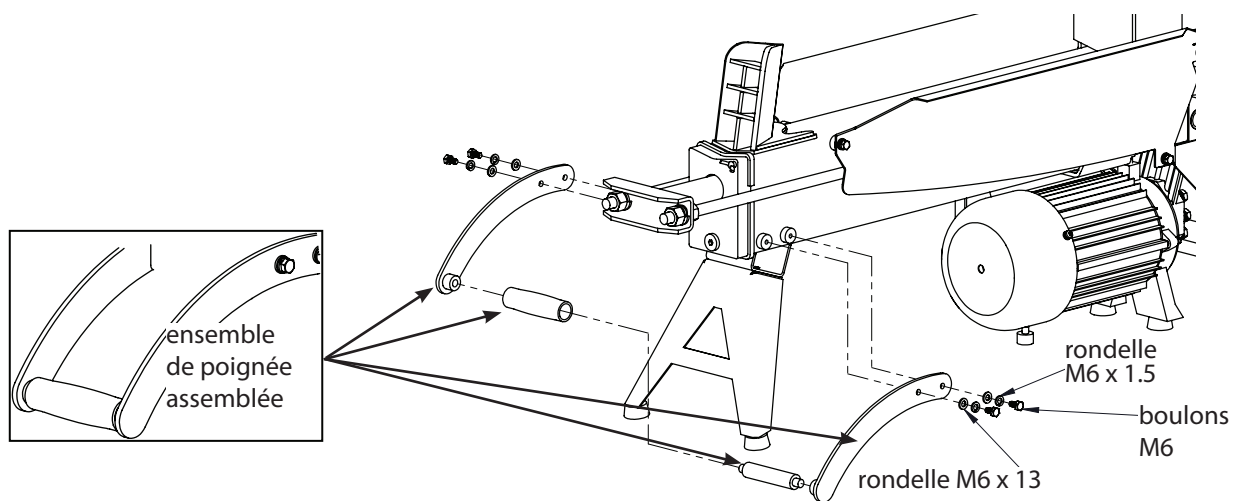

Figure 4
4. Assemblez les barres latérales avec la poignée. Attachez l'ensemble de poignée assemblée à la poutre de la fendeuse au moyen des boulons M6 x 12, de la rondelle M6 x 1.5 et des rondelles M6 x 13 x 1.75 fournis. **(VOIR FIGURE 4)**